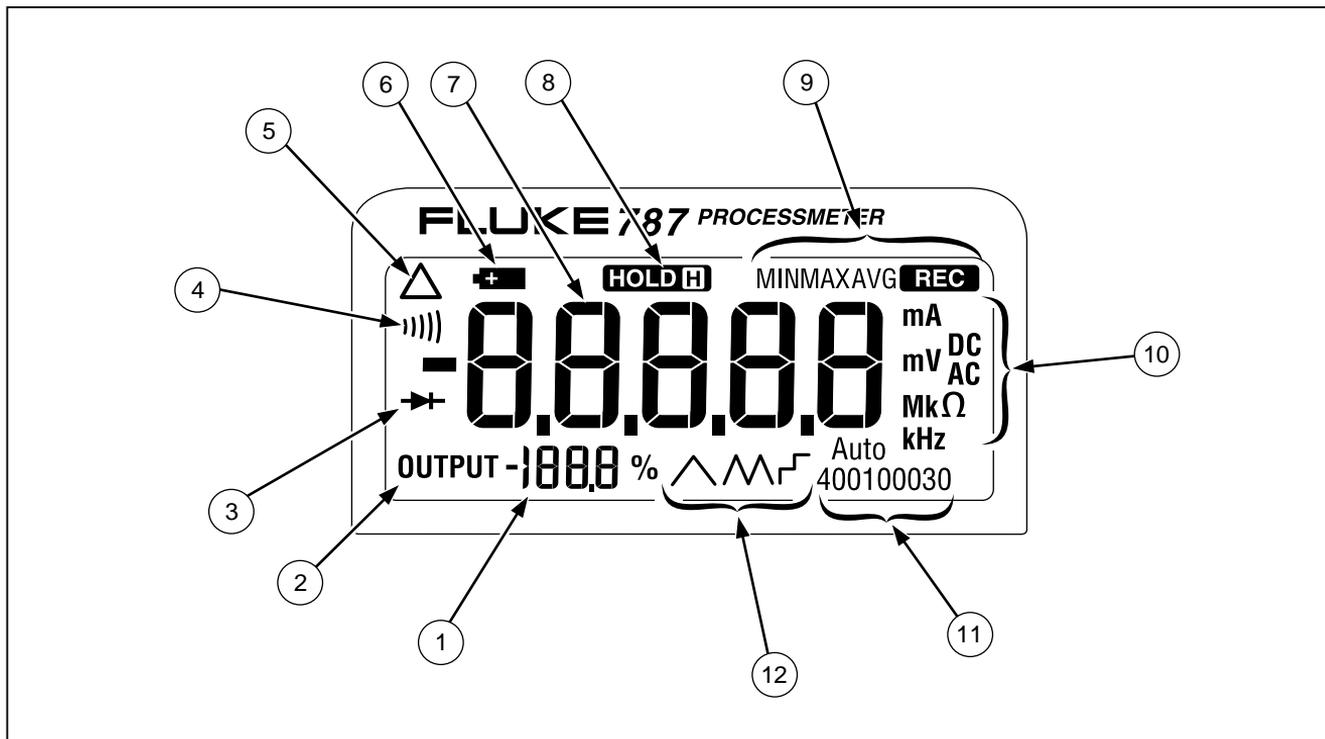

Figura 6. Elementi del display
- La figura 6 e la tabella 6 spiegano tutte le indicazioni fornite dagli elementi del display.